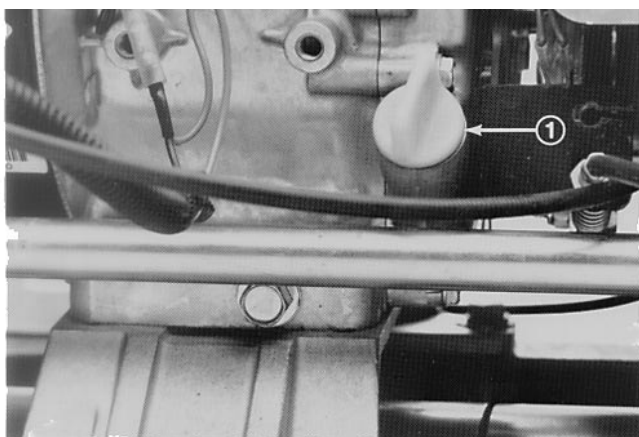

Fig. 1
1. Sett klipperen slik at motoren er vannrett og rengjør rundt oljemåleren (fig. 1).